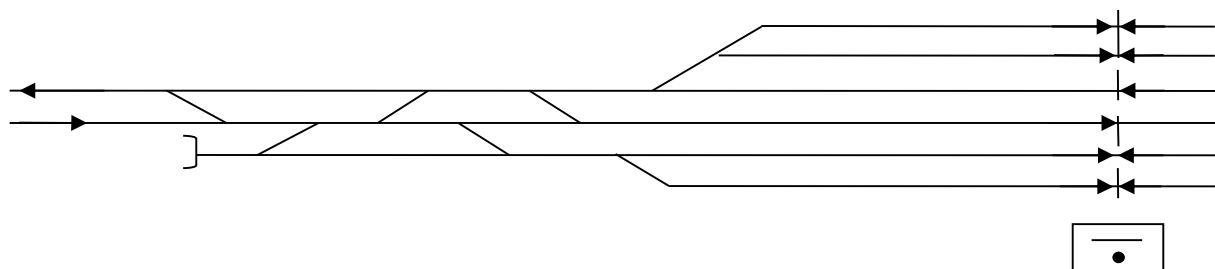

Рисунок 3
3. На схематическом плане нечетной горловины станции (рис. 3) пронумеруйте пути и стрелки, произведите расстановку изолирующих стыков, входных, выходных и маневровых светофоров. Составьте таблицу вариантных поездных маршрутов.